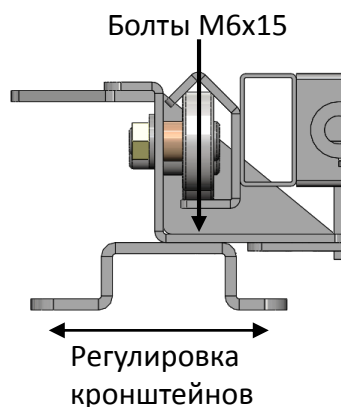

Рис.1
1. Удалить упаковку с выдвигной платформы и расположить платформу с роликовыми направляющими в грузовом отсеке, выровнять платформу относительно бортов. **ВНИМАНИЕ! При необходимости произвести регулировку опорных кронштейнов, ослабив болты их крепления и передвинув кронштейны влево-вправо (рис.1)**